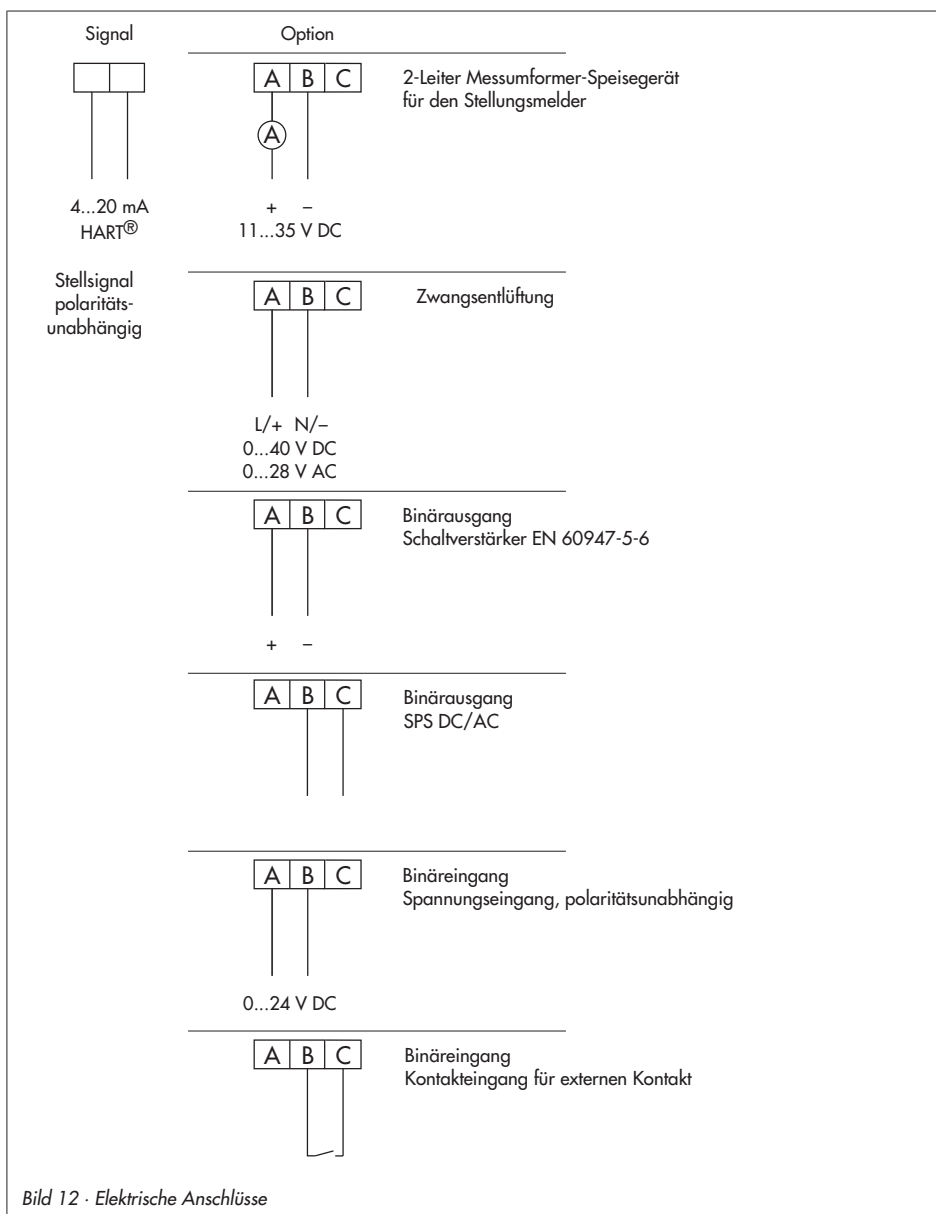

Bild 12 · Elektrische Anschlüsse
3. Leitungen gemäß Anschlussbelegung (Bild 12) auf die Gehäuseklemmen führen.